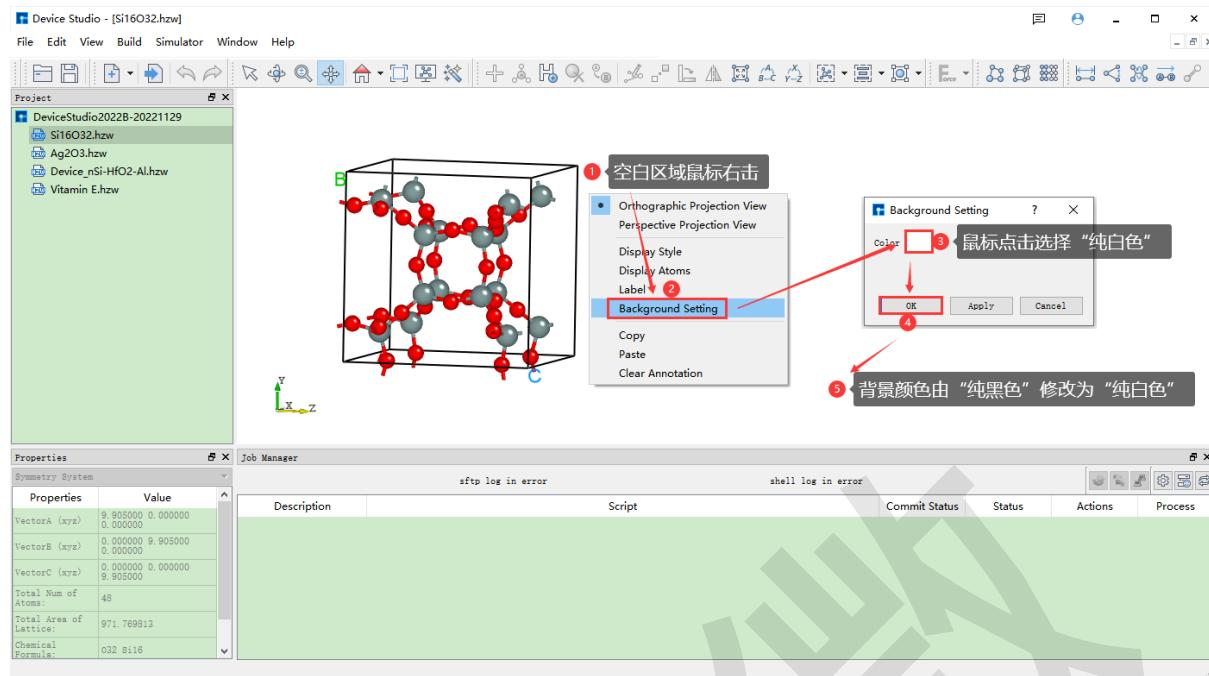

图 9.1: 将显示 Si16O32 晶体结构的 背景颜色由 纯黑色修改为 纯白色的的操作界面
1. 方式一：Device Studio 主界面中已经显示结构（如：**Si16O32** 晶体结构），如 图 9.1 所示为将显示 **Si16O32** 晶体结构的 背景颜色由 纯黑色修改为 纯白色的操作界面。